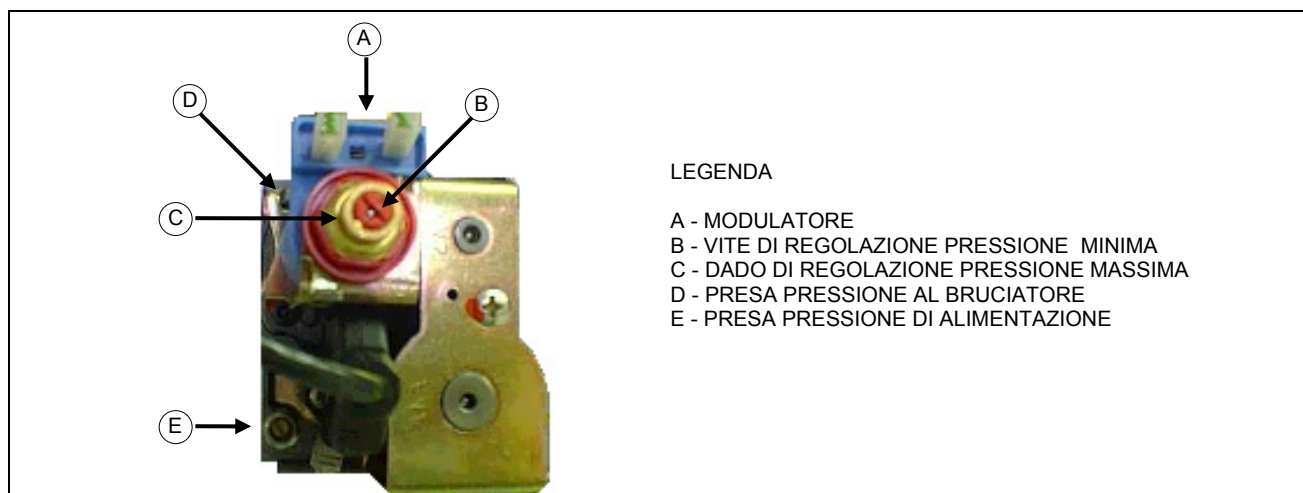

Figura 8 - VALVOLA GAS SIT 845
- 4) Collegare il manometro alla presa pressione al bruciatore (particolare D di Figura 8).
- 6) Scollegare uno dei due faston del modulatore della valvola gas (vedi particolare A di Figura 8); in questo modo la caldaia si porta al regime di funzionamento di potenza minima.
- 8) Ricollegare il faston del modulatore della valvola gas (vedi particolare A di Figura 8).